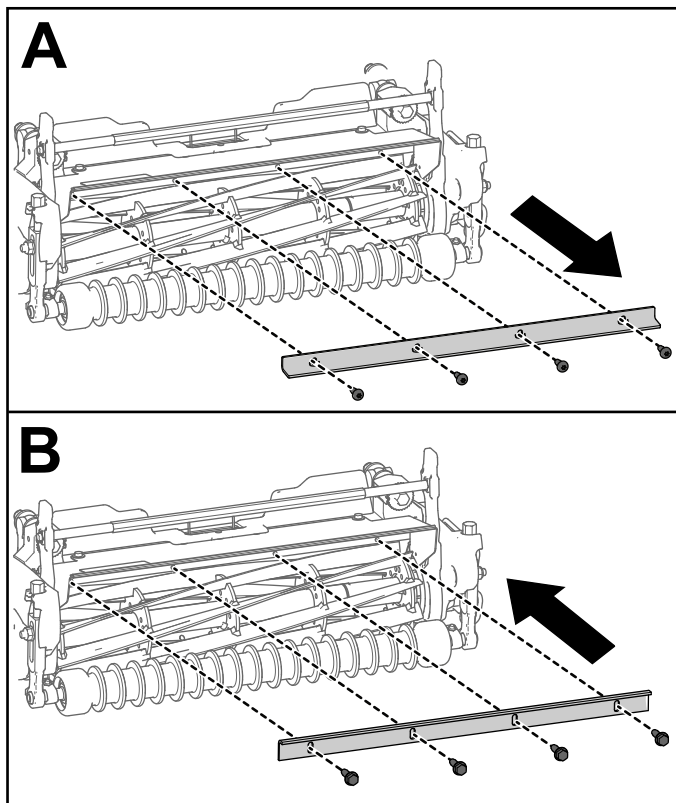

Figure 7
- Si l'unité de coupe modèle 04657 est utilisée sur un autre groupe de déplacement Greensmaster 3300 ou 3400, déposez la barre déflecteur d'herbe et remplacez-la par une barre de séparation (réf. 115-3303-03) et 4 boulons (réf. 131-6150), comme montré à la Figure 7.